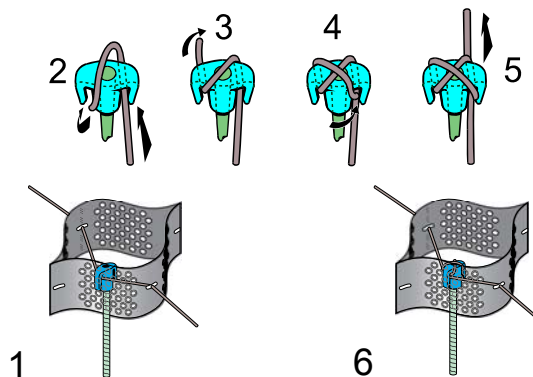

Figura 16 Amarre Antideslizante con Gancho de Moore
1.15 x la sección Geoweb® en extensión + 1.0 m (3 pies) para los nudos, etc. y + 0.15 m (6 pies) para cada Clip ATRA utilizado tal como se muestra en la Figura 16 Amarre Antideslizante con Gancho de Moore.
- El método de fijación recomendado consiste en un Anclaje ATRA® y un gancho de amarre denominado "Gancho de Moore" por Presto Geosystems. Ver Figura 16.